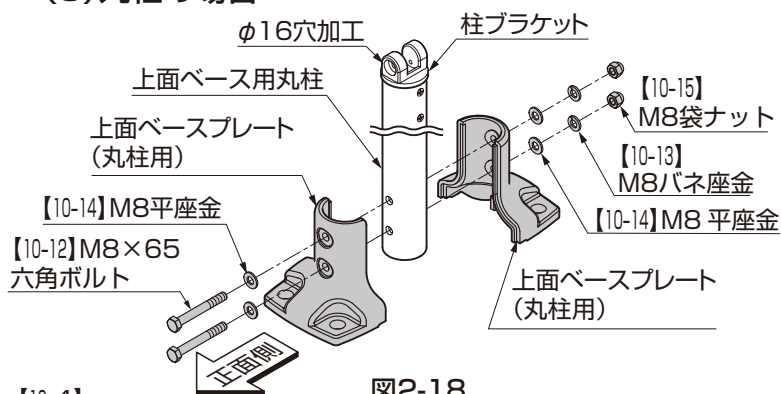

図2-18
- ① 上部ベース用丸柱を上部ベースプレート（丸柱用）で挟んで、【10-12】、【10-13】、【10-14】、【10-15】で取付けてください。（図2-18 参照）